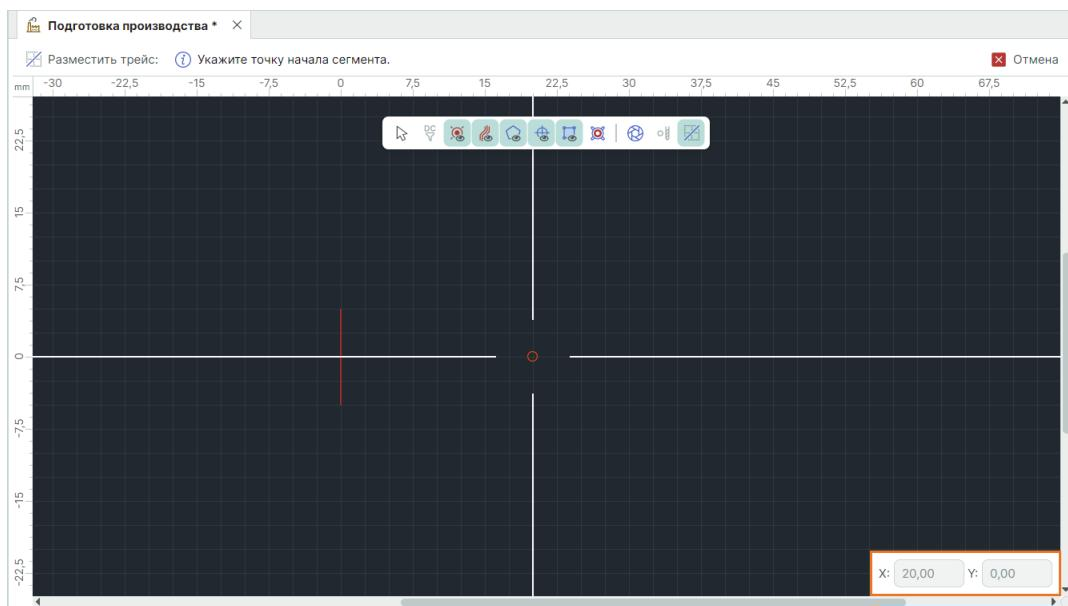

Рис. 213 Ввод координат и перемещение курсора
3. В поля «X» и «Y» введите требуемые координаты. После ввода координат курсор мыши автоматически переместится в заданную позицию (на рисунке для наглядности включено отображение направляющих линий), см. Рис. 213.